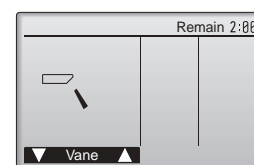

Fig. 7-4
- 2 Trykk på [VELG] for å vise betjenings-skjermen for spjeldene, og trykk deretter på knappene [F1] og [F2] for å kontrollere auto-spjeldene. (Fig. 7-4)